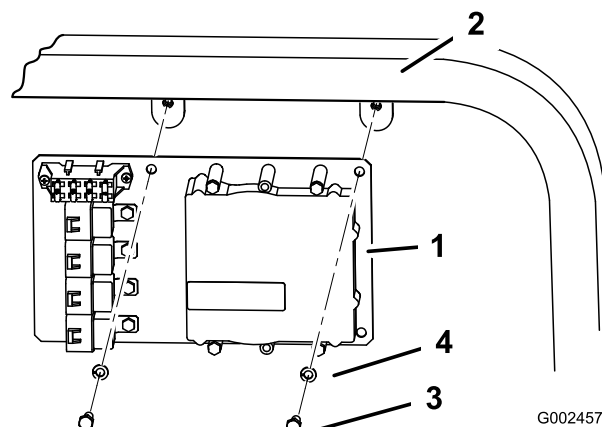

Figura 9
- A. Para el Multi-Pro 1200 y 1250, instale la placa de montaje usando 2 pernos (5/16 x 3/4 pulgada) y 2 arandelas de freno, (5/16 pulgada) según se muestra en Figura 9.